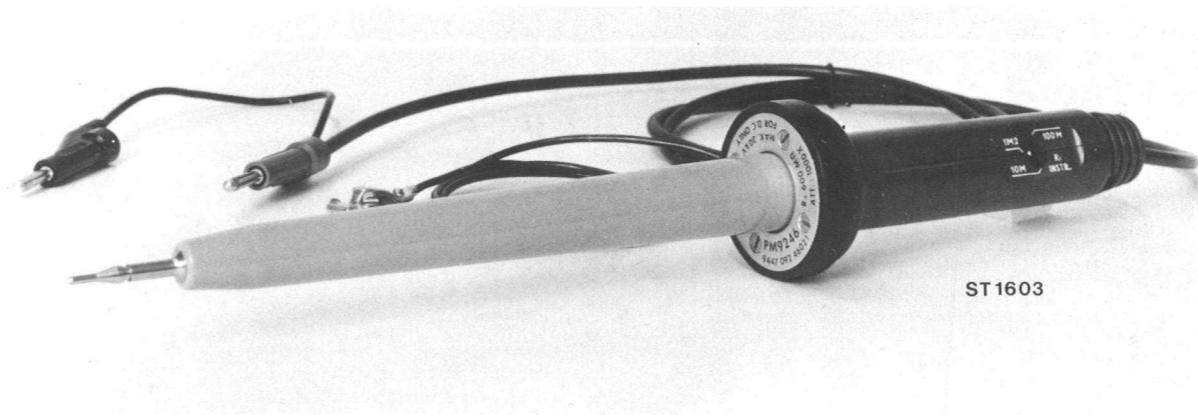

Fig. 1.
3.2.1. Sonde THT PM 9246 (Fig. 1, page 30)